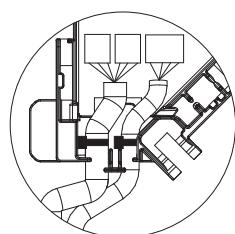

Fig. 5-16
- i-See sensörünü sabitleyen bantın ve sinyal alıcı bağlantı kablosunun konektör kutusu içine konumlandığından emin olun. (Fig. 5-16)